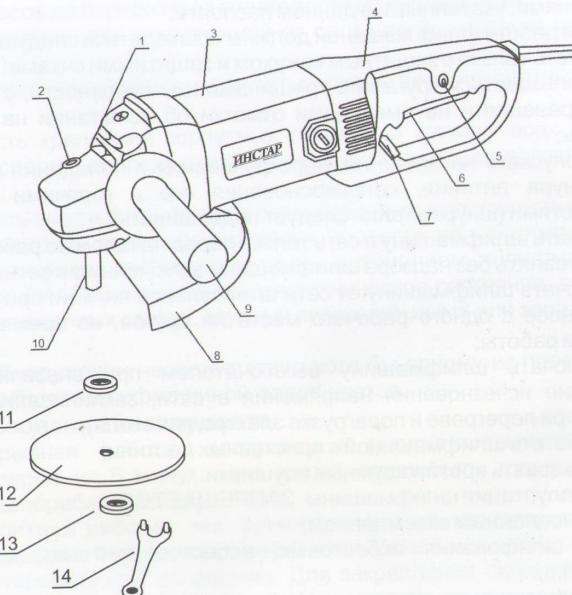

Рис. 1
4.1 Общий вид шлифмашины представлен на Рис. 1